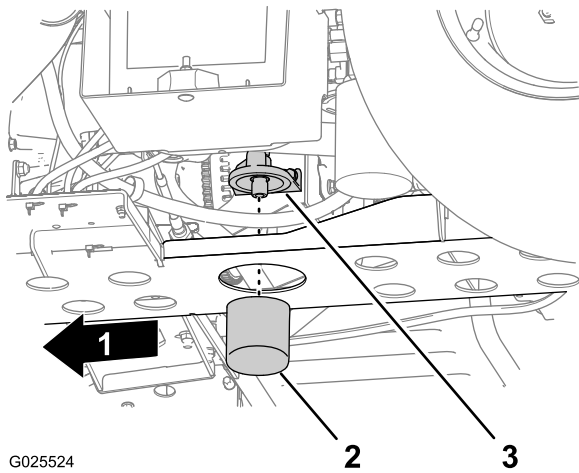

Figura 55
4. Retire o filtro do óleo do adaptador do filtro (Figura 55).
5. Limpe a base vedante do adaptador do filtro (Figura 55).
7. Instale o filtro até a junta entrar em contacto com a base vedante do adaptador do filtro e aperte o filtro no sentido dos ponteiros do relógio mais 1/2 a 2/3 de volta (Figura 55).